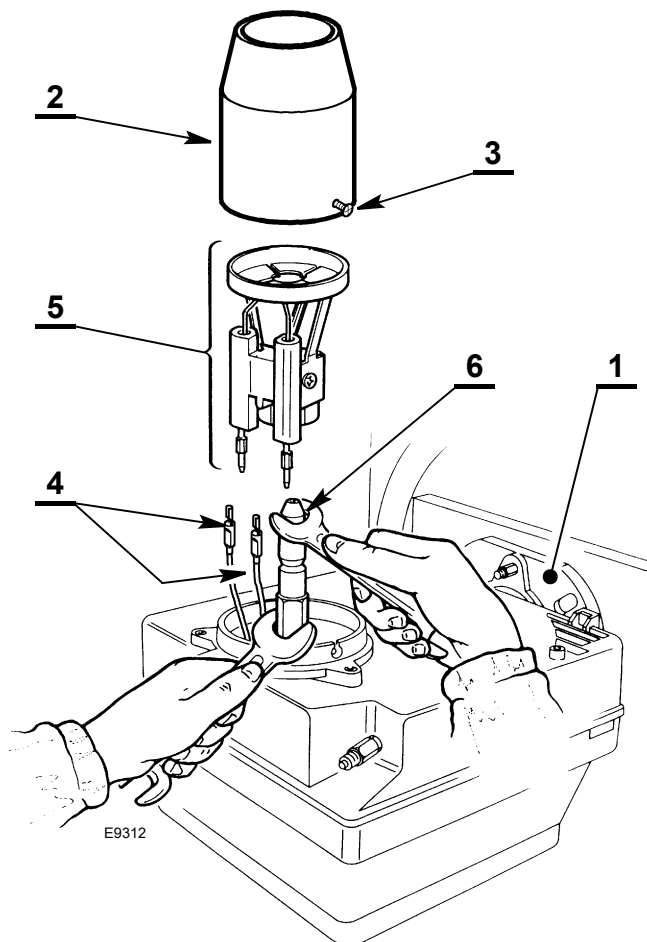

Fig. 17
- Agganciare il bruciatore alla flangia 1)(Fig. 17), allentare le viti 3) quindi sfilare il boccaglio 2).
- Sostituire e avvitare correttamente l'ugello 6) stringendolo come mostrato in Fig. 17.